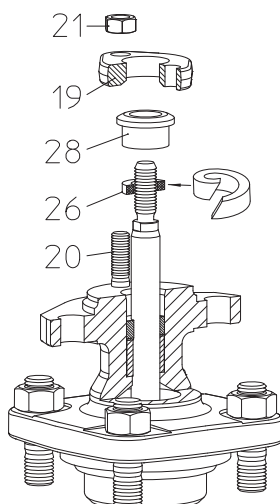
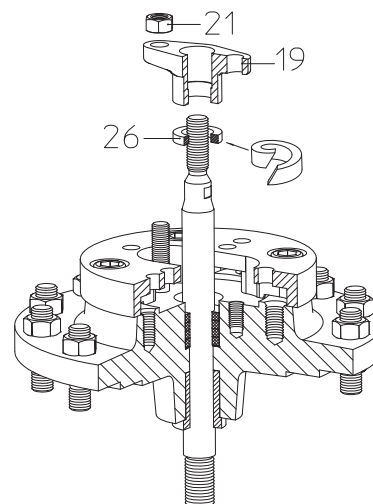

Bild 12: Stopfbuchspackung DN15-150
Bild 13: Stopfbuchspackung DN125v-150v
- Neuen Packungsring (Pos. 26) einlegen, Einbau gemäß Darstellung Bild 12 bzw. Bild 13